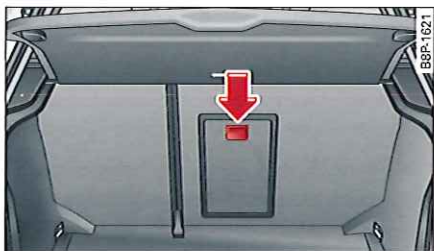

Fig. 83 Dossier : cache du tunnel de chargement
- ▶ Abaissez le cache du tunnel de chargement ⇒ fig. 83.